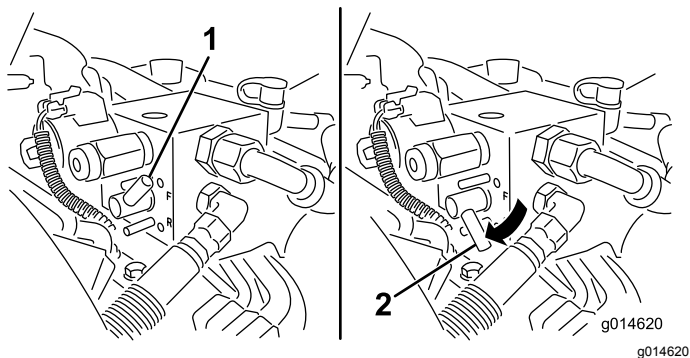

Рисунок 51
- Поверните рычаг заточки обратным вращением в положение ОБРАТНОЕ ВРАЩЕНИЕ (R) (Рисунок 51).